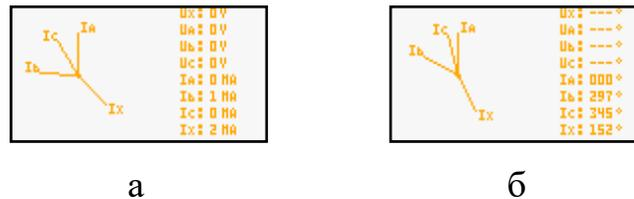

Рисунок 23 – Векторная диаграмма измеряемых сигналов и поле действующих значений (а) и фазовых углов (б)
6.4.3.1 В данном подменю производится отображение векторной диаграммы измеряемых токов и напряжений (рисунок 23).